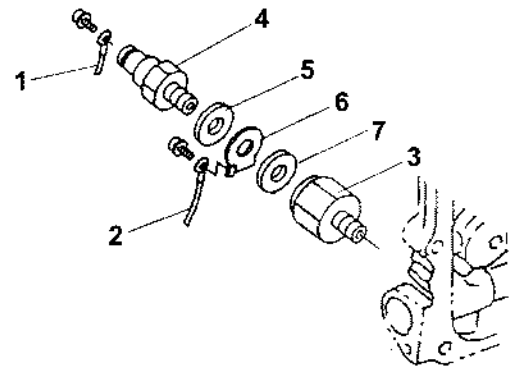

Рис. 16 Датчик давления масла: составные части
● Рассматривается только процедура снятия датчика давления масла. **Рис. 16** иллюстрирует объем и содержание работы и расположение узлов двигателя. Чтобы получить информацию относительно других процедур обратитесь для справки к разделу ВВЕДЕНИЕ руководства по эксплуатации.
1. Отсоедините провода (**Рис. 16, (1)**) и (**Рис. 16, (2)**).
2. Выкрутите изоляционный переходник (**Рис. 16, (3)**) и выньте датчик давления масла (**Рис. 16, (4)**), шайбу (**Рис. 16, (5)**), клемму заземления (**Рис. 16, (6)**) и резиновую прокладку (**Рис. 16, (7)**).